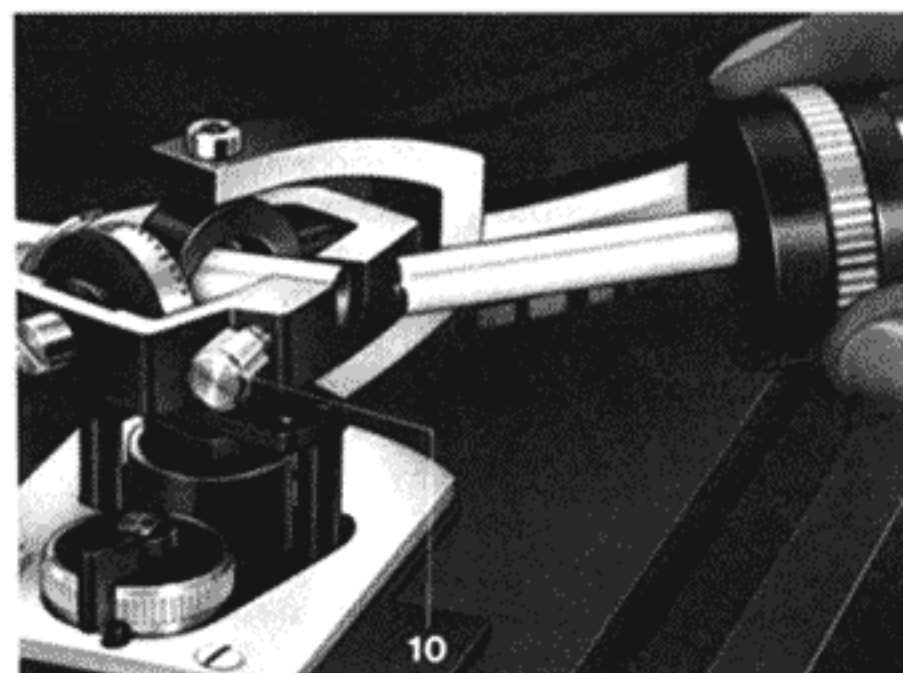

Fig. 3
Nehmen Sie bitte das Tonarm-Balancegewicht aus dem Styroporeinsatz und stecken Sie den Dorn des Balancegewichtes, nach Lösen der Feststellschraube (10), in die dafür vorgesehene Öffnung am hinteren Ende des Tonarmes. Die dreikantförmige Aussparung am Dorn muß dabei nach unten zeigen (Fig. 3).
Take the tonearm counterbalance out of its styrofoam insert. Loosen the setscrew (10) at the rear of the tonearm, and insert the shaft of the counterbalance in the opening provided for this purpose. The triangular-shaped notch of the shaft must point in downward direction (Fig. 3).
L'encoche triangulaire de la tige doit alors être tournée vers le bas (fig. 3).
Steek de doorn van het gewicht, na losmaken van de borgingsschroef (10) achter de naald-drukinstelling-, achter in de toonarm. De uitsparing in de doorn moet aan de onderzijde zitten (fig. 3).
Coloque ahora el platillo giradiscos sobre el motor. Saque el contrapeso del brazo de la pieza de embalaje de stiropor e introduzca la espiga del contrapeso en el orificio correspondiente del extremo del brazo, después de haber aflojado el tornillo de fijación (10). Al introducir el contrapeso deberá procurar que la muesca triangular de la espiga señale hacia abajo (Fig. 3).